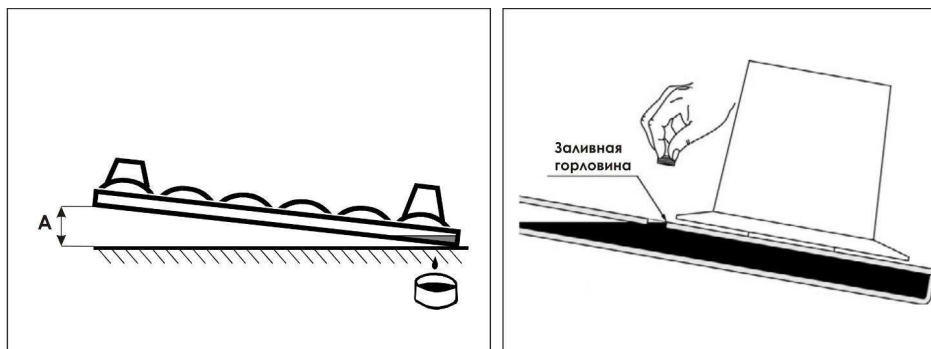

Рисунок 8.3 – Проверка уровня масла в режущем аппарате
- поднять правую сторону картера режущего аппарата на высоту А (для ЖТТ-2,1 – 125 мм, для ЖТТ-2,4 – 300 мм, (рисунок 8.3);
- уровень масла считается нормальным, если уровень достигает нижнего края отверстия (рисунок 8.3).